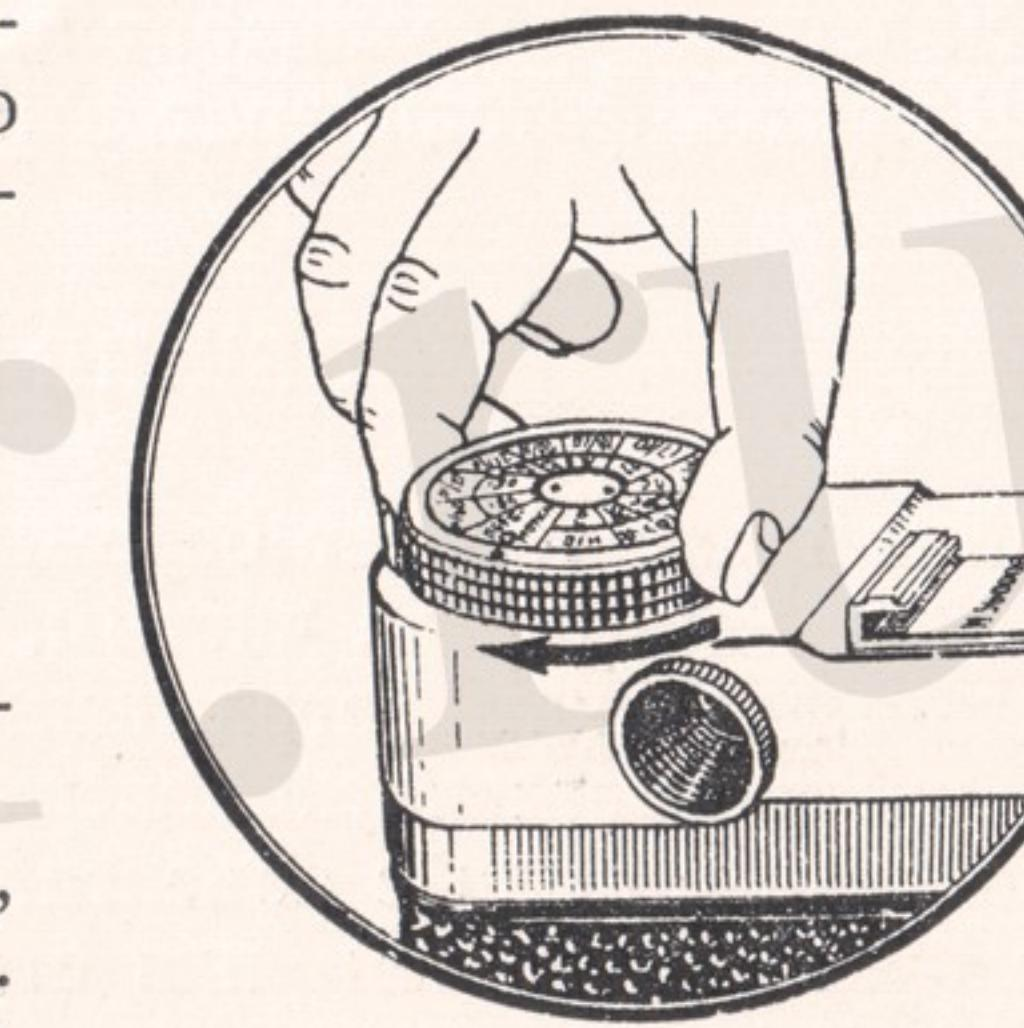

Рис. 14
3. Вращением головки перемотки перемотать пленку в кассету, предварительно совместив индекс шкалы «перемотка» с красным индексом головки (рис. 14).